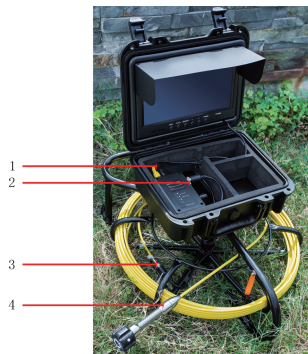

Abbildung 1
2. Schließen Sie die Kamera an den 3-Spulen-Stecker, die 2-Kammer-Box und den 1-Monitor an (Abb.1).